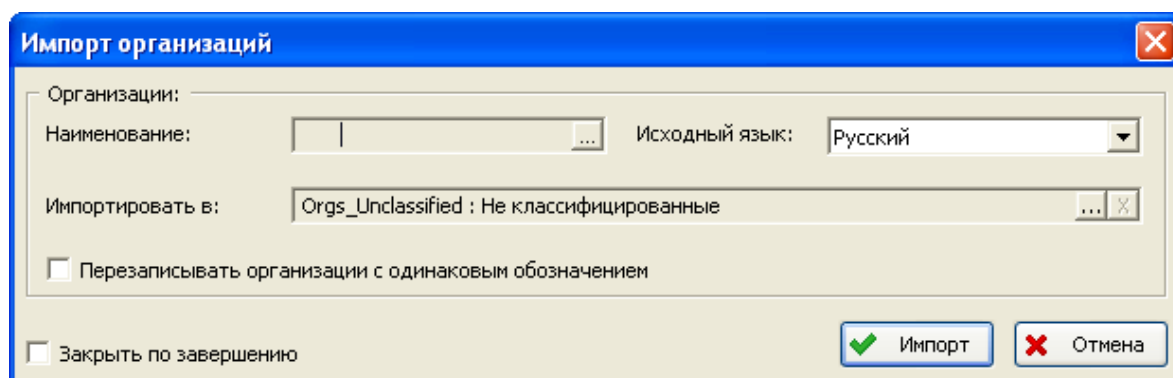

Рис. 4-33
2. В появившемся окне **Импорт организаций** настройте параметры импорта (рис. 4-33):